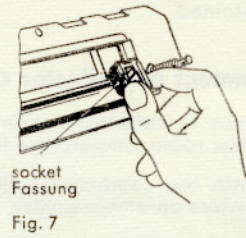

Fig. 7
6. Die Fassung nach Fig. 7 einsetzen und durch Fingerdruck zum Einrasten bringen.